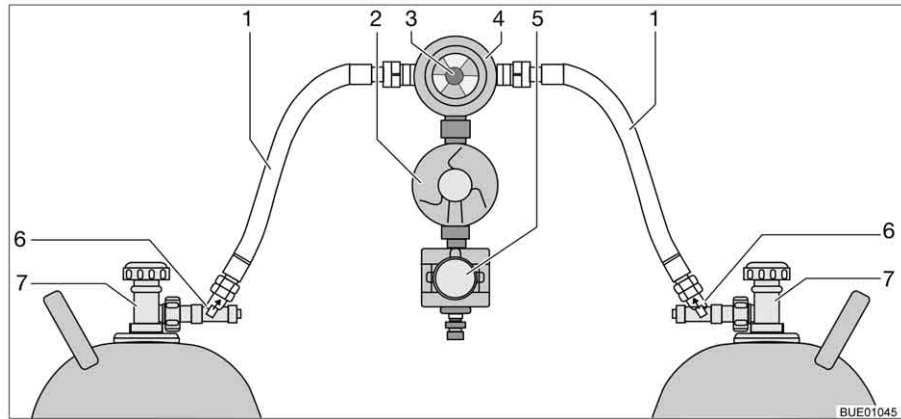

Bild 99 Crash-Protection-Unit-omkopplingsenhet
Crash-Protection-Unit består av två genomflödesbegränsare med manuell frigöring (Bild 99,6), en omkopplingsventil (Bild 99,4) med tryckregulator (Bild 99,2), en elventil (Bild 99,5) och kontrollenheten med trefärgad lysdiod. Omkopplingsventilen är monterad mellan de båda gaslangarna (Bild 99,1). Med vredet (Bild 99,3) på omkopplingsventilen ställer du in vilken gasflaska som ska användas som driftflaska och vilken som ska användas som reservflaska.
Med kontrollenheten (Bild 100) kan endast de elektriska funktionerna styras. Gasflaskornas huvudavstängningsventiler (Bild 99,7) och frigöringarna (Bild 99,6) måste öppnas för hand.
- Öppna huvudavstängningsventilerna på gasflaskorna (Bild 99,7).
- Tryck in frigöringarna (Bild 99,6) i tio sekunder efter varandra.
- Med vredet (Bild 99,3) på omkopplingsventilen (Bild 99,4) väljs gasflaskan, som ska prioriteras (driftflaska).
- Stäng huvudavstängningsventilerna på gasflaskorna (Bild 99,7).